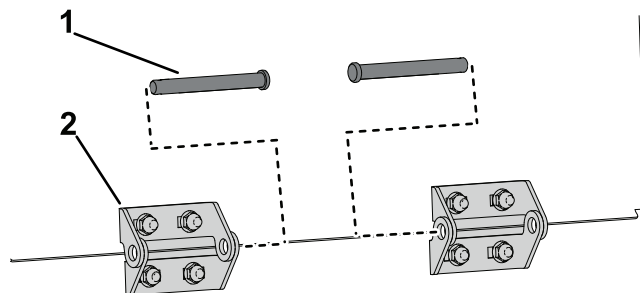
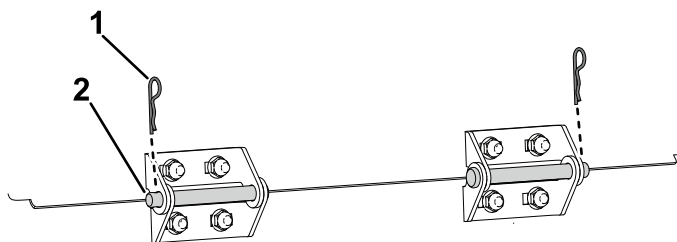

Figura 8
Figura 9
- Instale la puerta de la tolva en la máquina conectando los dos lados de la bisagra con el pasador de la bisagra, como se muestra en la **Figura 8** y la **Figura 9**.